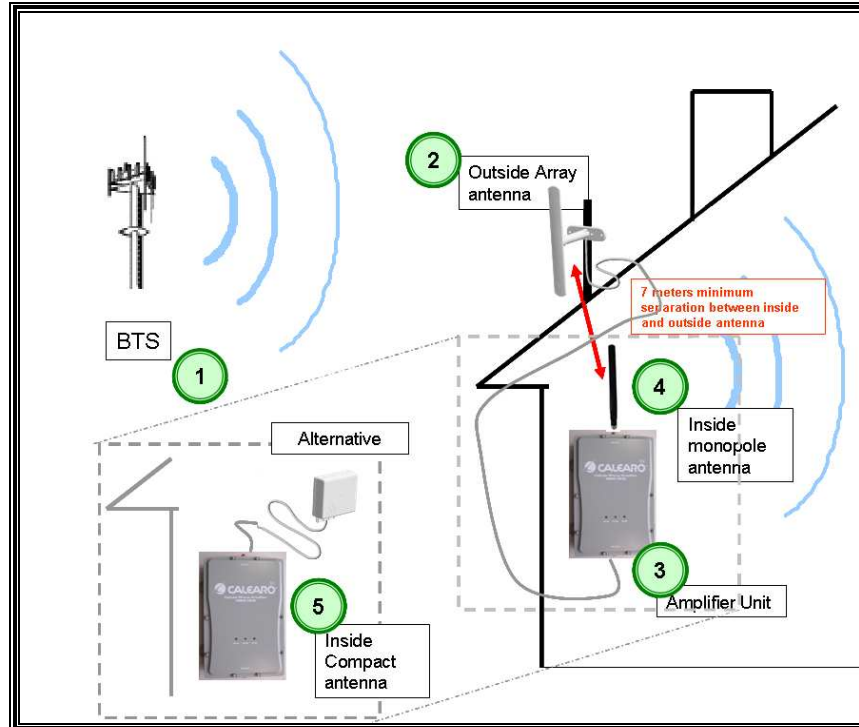
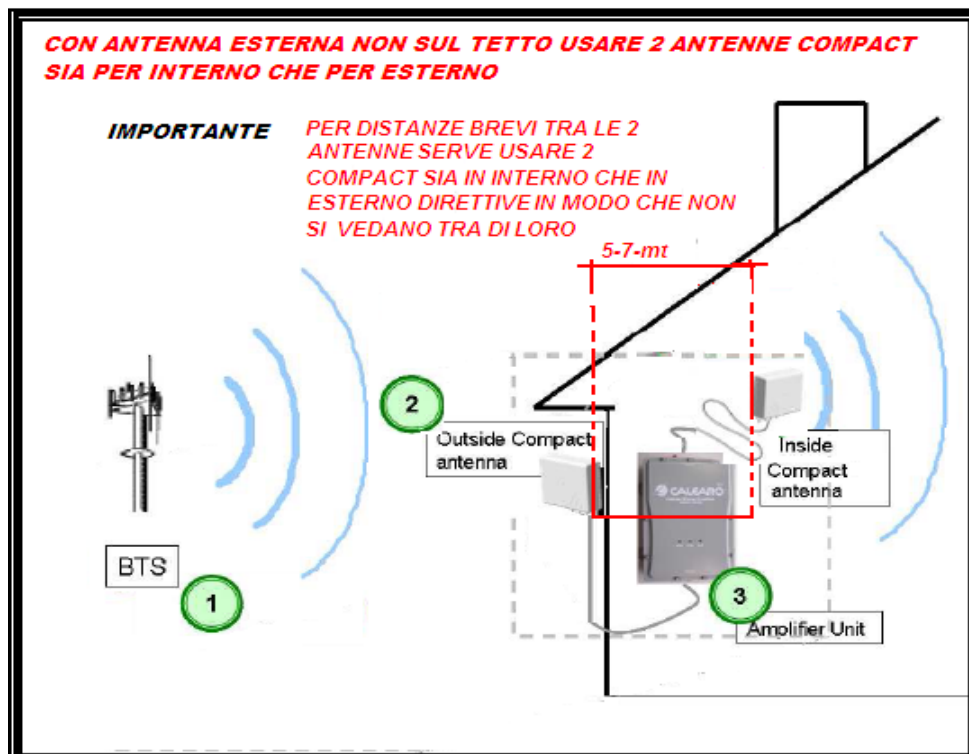

Figure 6. CPA con soluzione standard, installazione con antenna esterna sul tetto
Figure 7. CPA con soluzione opzionale, installazione con antenna esterna a parete
The repeater (3-Figure 6/Figure 7) receives the signals from the BTS (1-Figure 6/Figure 7) through the outside antenna (2-Figure 6/Figure 7), amplifies them by 55dB, and transmits them to the mobile phone(s) by the inside antenna, strengthening the quality of connectivity in Down-Link.
- **Standard installation** (Figure 6), the Array antenna (2-Figure 6) is used as outside antenna, and two different inside antennas should be used: the Monopole antenna (4-Figure 6), or the Compact antenna (5-Figure 6). The first one requires simple installation and gives good signal coverage; the second one increases the signal coverage, but requires pole or wall installation.
- **Advanced installation** (Figure 7), the Array antenna (2-Figure 7) is used as outside antenna, and two different inside antennas should be used: the Monopole antenna (4-Figure 7), or the Compact antenna (5-Figure 7). The first one requires simple installation and gives good signal coverage; the second one increases the signal coverage, but requires pole or wall installation.
In Up-Link, the signal goes in reverse order, from the mobile phone to the inside antenna (4/5-Figure 6 or 4/5-Figure 7), to the Amplifier Unit (3-Figure 6/Figure 7), to the outside antenna (2-Figure 6/Figure 7), to BTS (1-Figure 6/Figure 7).
Il ripetitore (3-Figure 6/Figure 7) riceve i segnali dalla BTS (1-Figure 6/Figure 7) attraverso l'antenna esterna (2-Figure 6/Figure 7), amplifica i segnali di 55dB, e li trasmette al telefono cellulare attraverso l'antenna interna, irrobustendo la qualità della connessione in Down-Link.
per amplificazione segnali ottimale (Figure 6), l'antenna Array (2-Figure 6) utilizzata come antenna esterna, e due tipi d'installazione dell'antenna interna, l'antenna Monopole (4-Figure 6), oppure l'antenna Compact (5-Figure 6). La prima è di semplice installazione e offre una buona copertura del segnale; la seconda migliora la copertura, ma richiede un'installazione a palo o parete.
(Figure 7), si ha una perdita di segnali con 2 antenne Compact (2-Figure 7) utilizzate sia come antenne esterna ed interna, soluzione da usarsi solo se non è possibile andare sul tetto perchè la Compact è direttiva (5-Figure 7) è una soluzione che farà perdere dei gestori perchè non tutti saranno nella direzione scelta questa soluzione si rende obbligatoria quando le 2 antenne sono troppo vicine tra loro entro i 5-7 metri (questo causa un loop tra i segnali uscente ed entrante tale da bloccare il CPA).
In Up-Link, il segnale va in ordine inverso, dal telefono cellulare (4/5-Figure 6 o 4/5-Figure 7), all'Amplifier Unit (3-Figure 6/Figure 7), all'antenna esterna (2-Figure 6/Figure 7), alla BTS (1-Figure 6/Figure 7).